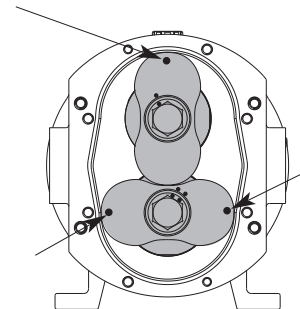

Figure 14
2. Mesurer avec un jeu de cales étalon l'espace arrière (figure 14). 12 mesures devront être réalisées, dans les mêmes positions de lobe qu'au point précédent.